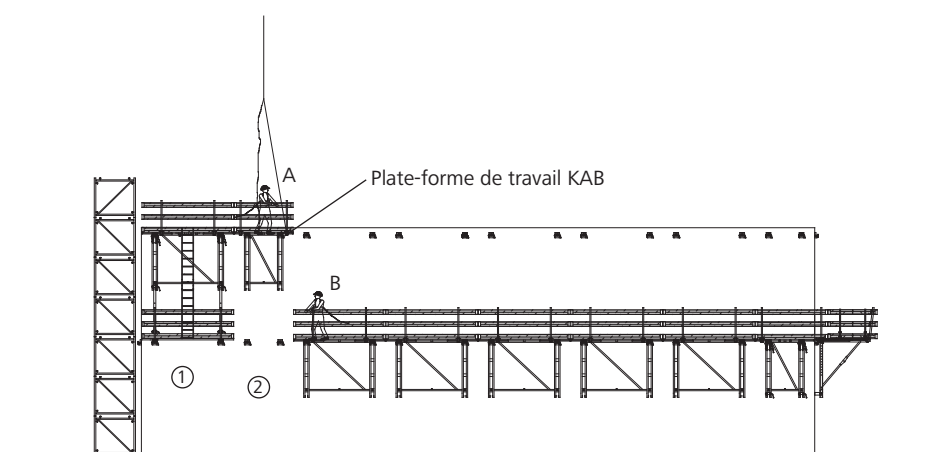

Fig. 30.2
10. Après avoir verrouillé les sabots d'accrochage, A procède au désélingage de la plate-forme KAB (Fig. 30.2).